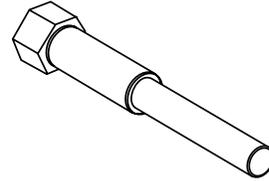

Figura 16. Utensile per rimuovere la frizione superiore (puleggia di trasmissione)
- Localizzare l'utensile di rimozione della frizione fornito con la lisciatrice, p/n 23294 ubicato nella scatola documenti. (figura 16).
4. Tenere ancora il volano in posizione come sopradescritto e infilare lo speciale utensile per la rimozione della puleggia di trasmissione superiore (figura 16) nella puleggia di trasmissione superiore. Stringere fin quando il taper lock si libera. Fare scivolare la puleggia via dall'albero.